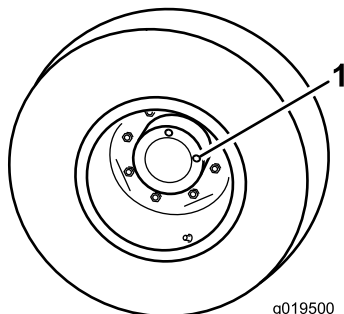

Bild 68
1. Stellen Sie die Maschine auf eine ebene Fläche und positionieren Sie das Rad so, dass eine Prüfschraube (Bild 68) auf 12 Uhr und die andere auf 3 Uhr steht
1. Prüfschraube (2)
2. Entfernen Sie die Schraube, die auf 3 Uhr steht (Bild 68). Der Ölstand sollte an der Unterkante des Prüfschraubenlochs liegen.